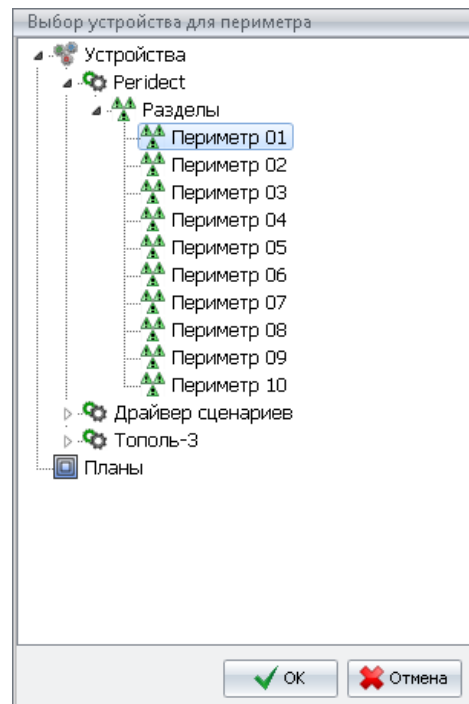

Рисунок 11 - выбор периметра
- Для окончания рисования линии периметра – нажать правую кнопку мыши и в появившемся списке выбрать, к какому периметру относится нарисованная линия (Рисунок 11)